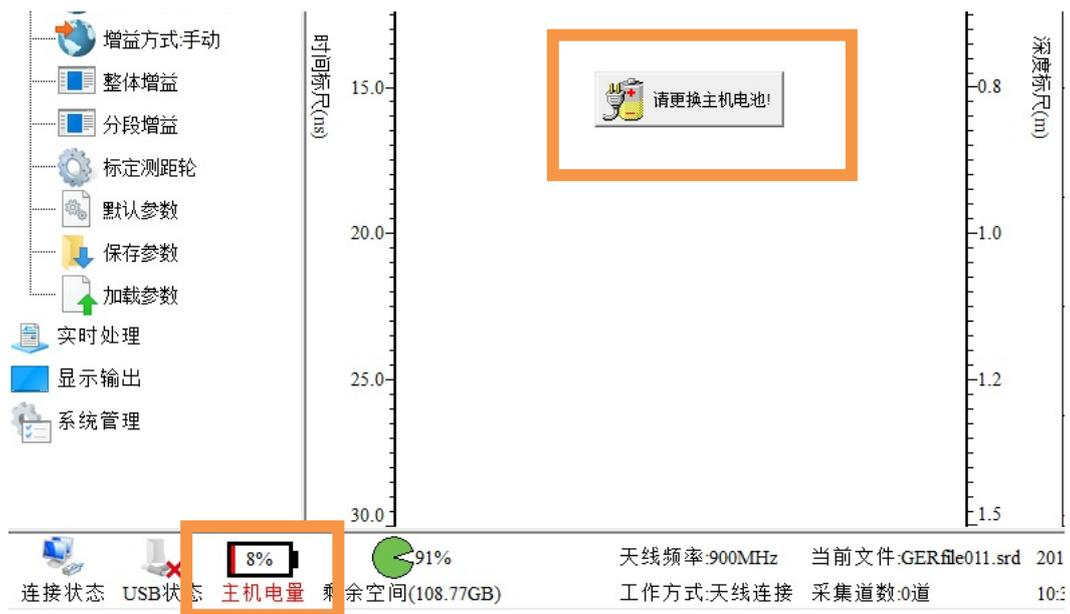

图 27 低电量报警
(3) **主机电量**：显示主机当前的电量，一块充满电的电池大约能够工作 3 个小时，当电量小于 10% 时，如图 27 所示系统弹出低电量报警，低电量报警后系统大约还能工作 15 分钟，低电量报警后请用户及时保存数据，避免数据丢失。